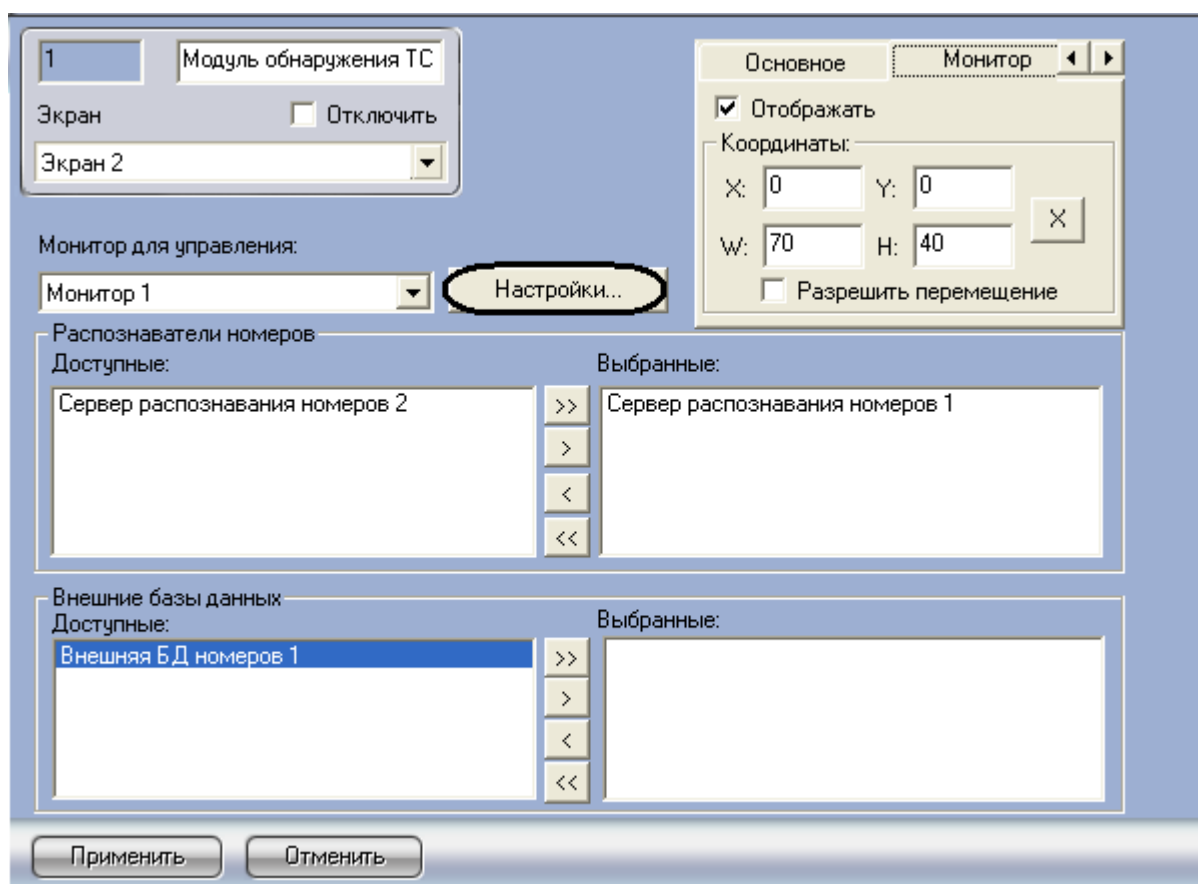

Рис. 7.9—12. Доступ к выбору внешних баз данных
1. Перейти на панель настройки объекта «Модуль обнаружения ТС» (Рис. 7.9—12).
2. Нажать кнопку «Настройки» (см. Рис. 7.9—12).